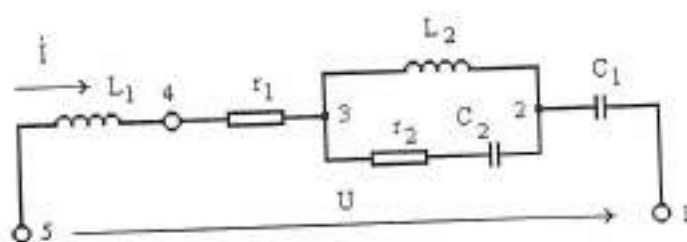

Рис.6.3
3. Задача типа С. Для схемы двухполюсника рис. 6.3 заданы параметры: $L_1 = 5$ мГн; $r_1 = 150$ Ом; $C_1 = 0,667$ мкФ; $L_2 = 10$ мГн; $r_2 = 100$ Ом; $C_2 = 1$ мкФ; напряжение на входе $u = 10 \cdot \sqrt{2} \cdot \sin(10^4 \cdot t)$ В. Найти напряжение $u_{C_2}(t)$ на конденсаторе C_2 , построить топографическую диаграмму, приняв равным нулю потенциал точки 1.